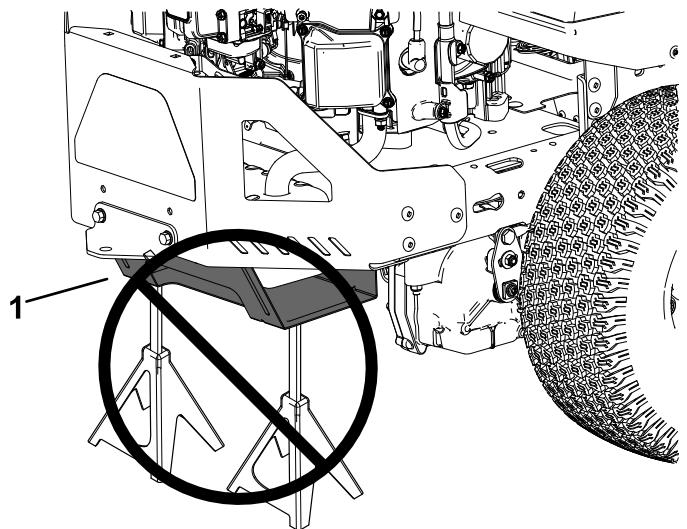

Figura 36
Sostenere la macchina facendola poggiare sulla protezione inferiore della marmitta (Figura 36) può danneggiare la protezione e provocare la caduta della macchina, che ferirebbe voi o gli astanti.
4. Allentate la fascetta stringitubo e rimuovete l'elemento di carta (Figura 36).